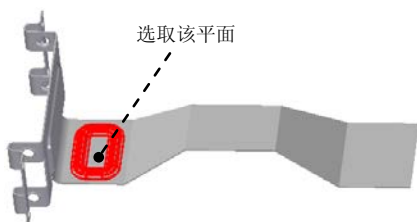
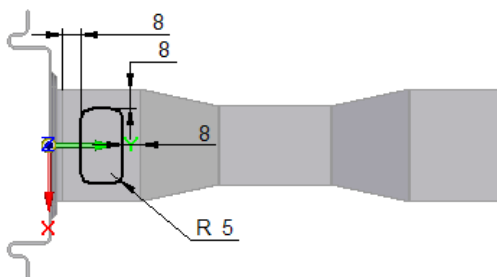

图 8.11.44 加强筋特征 1
图 8.11.45 截面草图
(4) 定义弯边属性及参数。单击“弯边选项”按钮，取消选中 ☐ 使用默认值* 复选框，在其 **折弯半径 (R)** 文本框中输入值 0.2，单击 **确定** 按钮。
(5) 单击 **完成** 按钮，完成特征的创建。
Step21. 创建图 8.11.44 所示的加强筋特征 1。
(1) 选择命令。在“主页”功能选项卡“钣金”工具栏中单击  按钮，选择  加强筋命令。
(2) 绘制加强筋截面草图。选取图 8.11.44 所示的模型表面为草图平面，绘制图 8.11.45 所示的截面草图。